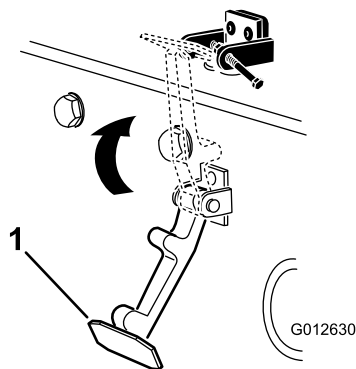

Figura 8
7. Enganche el cierre en el cerradero del capó (Figura 8).